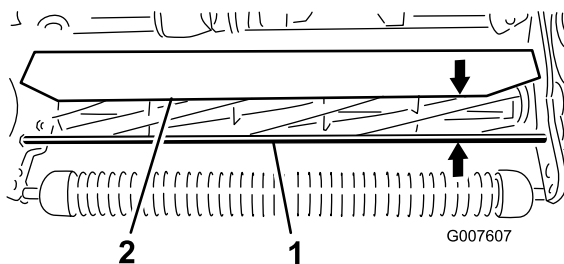

図 51
1. 前サポートロッドの上面からシールドの前リップまでの距離をカッティングユニットの両端で測定する図 51。